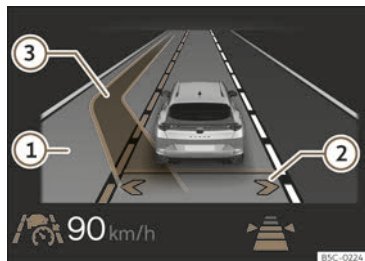

Abb. 144 Im Display des Kombi-Instruments: Anzeige des assistierten Spurwechsels (schematische Darstellung).
Dadurch wird der assistierte Spurwechsel aktiviert. Die Pfeile der eigenen Fahrspur werden im Display des Kombi-Instruments in Grau angezeigt >>> (Abb. 144) ②
Hat das System keine Objekte im Erfassungsfeld der Sensorik erkannt und ist ein assistierter Spurwechsel auf eine benachbarte Spur möglich, wird die entsprechende Spur im Display des Kombi-Instruments neben der eigenen Spur angezeigt. Der Pfeil auf der entsprechenden Seite der Fahrspur wird in Weiß angezeigt >>> (Abb. 144) ②.